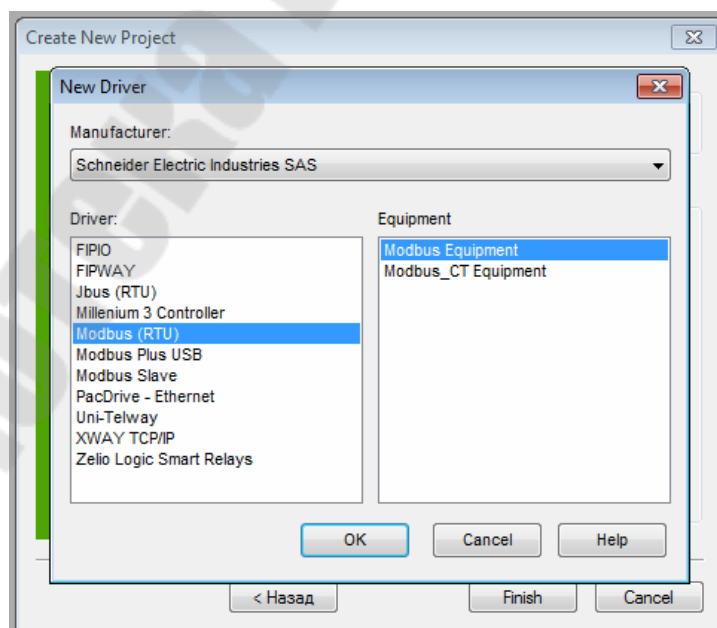

Рис. 2.6. Выбор драйвера *Modbus (RTU)*
- Для связи с внешним оборудованием по протоколу *RS-485* выбрать драйвер *Modbus (RTU)* и тип оборудования *Modbus Equipment* (рис. 2.6, 2.7).